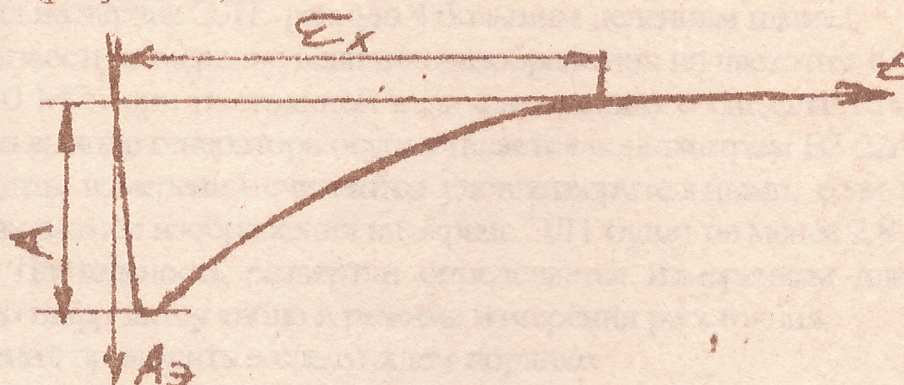

Рисунок 16 - Определение параметров компенсирующего импульса.
- произвести измерения амплитуды (A) и длительности (τ) отрицательного импульса (рисунок 16).